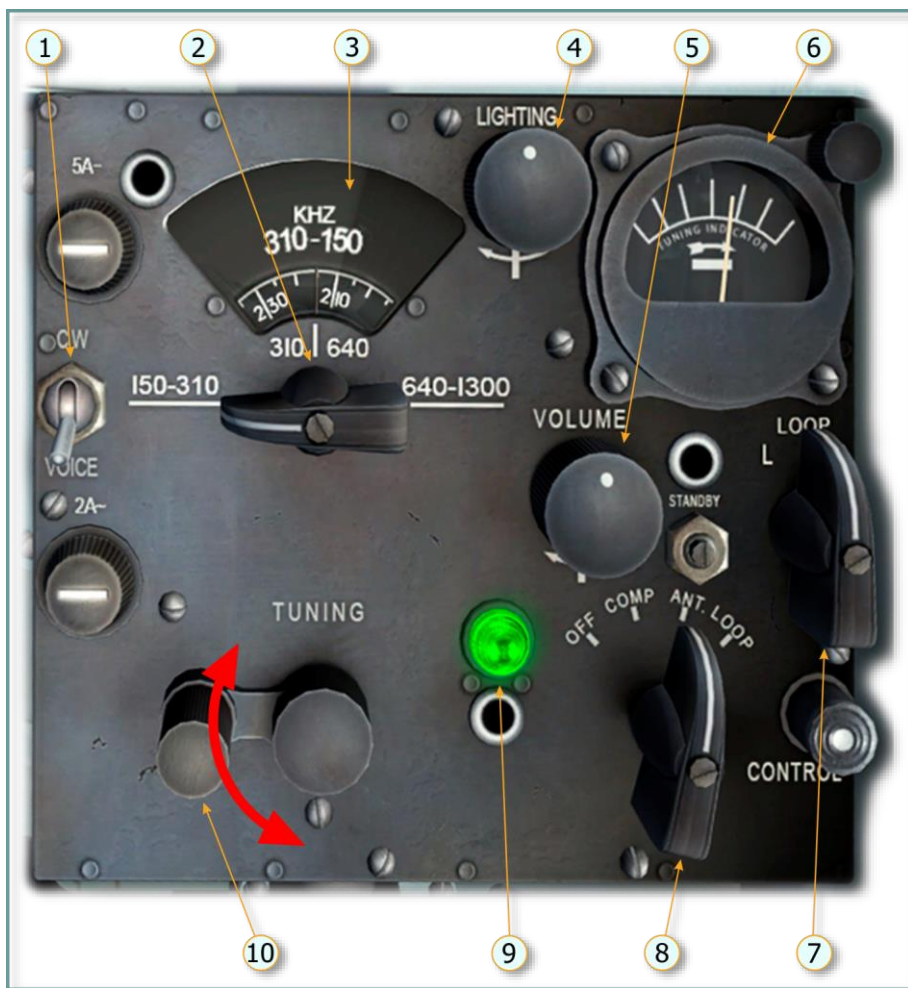

图 6.6. ARK-5 K-7 控制面板
K-7 控制面板（图 6.6）位于驾驶舱右侧。
3. 使用 **ARK-5** 模式选择开关（图 6.6, 8）调至非定向天线测向模式 **АНТ.**（ANT.）。等待 1-2 分钟以便无线电真空管加热
8. 使用三向 **ARK-5** 频率范围选择器选择需要的频率（图 6.6, 2, 3）。
为了选择频率范围，在 ARK-5 上安装了一个电机，当 ПРИВОДНОЙ БЛИЖ – ДАЛЬН（近台-远台 NDB）开关设为 ДАЛЬН（远）位置时，它由频率范围选择开关控制（图 6.6, 2），如果开关设为 БЛИЖ（近）位置时电机由近 NDB 频率范围控制面板上的 1-3 号开关控制。
因此，其中任何一个开关打开后，预设频率范围会由电机自动选择。ARK-5 接收电路会在选择频率后开始工作（图 6.6, 3）。